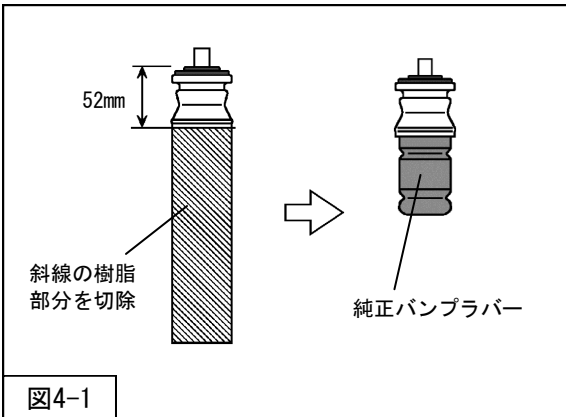

図4-1
・ダストブーツ部分が純正アッパーマウントと一体になっている場合は、図4-1を参考に樹脂部分を切除してください。
2. 純正アッパーマウントは、固定されている純正バンブラバーを取外し、リアダンパーASSYに組付けてください。(図4-1)